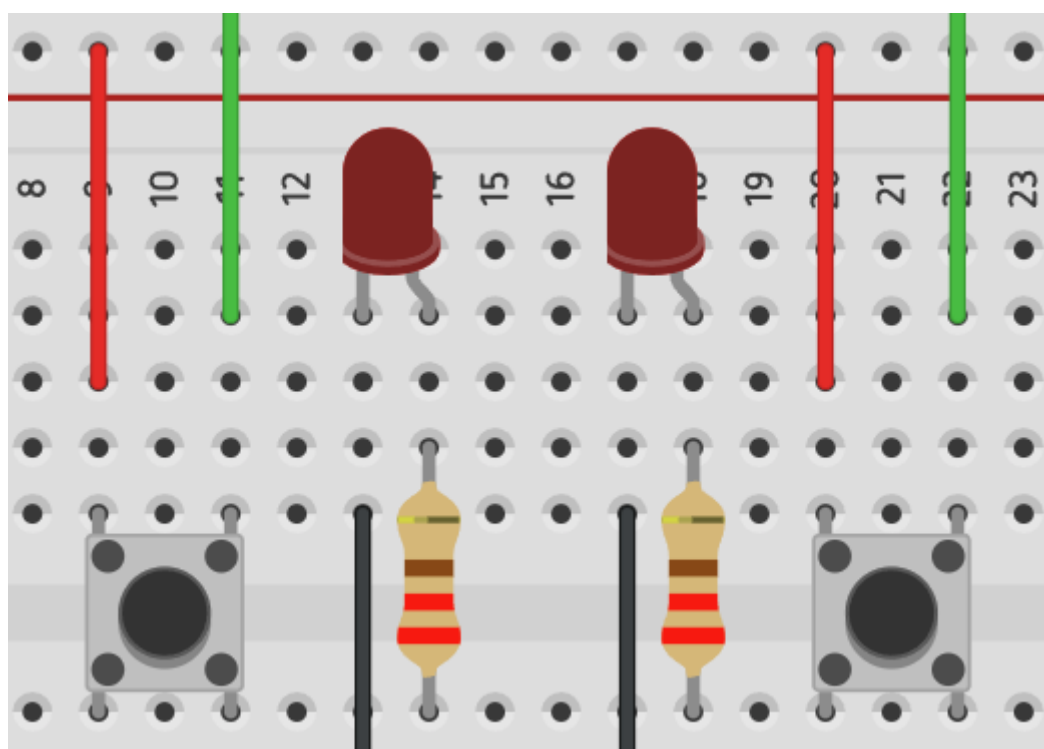

Рис. 1 Игра «Кто быстрее».
1. С помощью представленного изображения (Рис.1) разработайте чертёж крючка для одежды в масштабе М2:1.
10. Образец (Рис. 1) используйте, как основу для построения указанной в условиях детали. Внешний вид изготовленного Вами изделия может несколько отличаться от представленного на образце, но должен полностью соответствовать вышеописанным условиям.
Вам необходимо собрать на макетной плате и запрограммировать игру «Кто быстрее» (рис. 1). В этой игре нужно быстрее соперника нажать свою тактовую кнопку, когда через случайное время загорятся 2 светодиода (1 – у первого игрока, 2 – у второго). Светодиод «быстрого» игрока остается гореть некоторое время, а светодиод проигравшего – гаснет. Далее гаснет светодиод победителя и начинается следующий раунд.